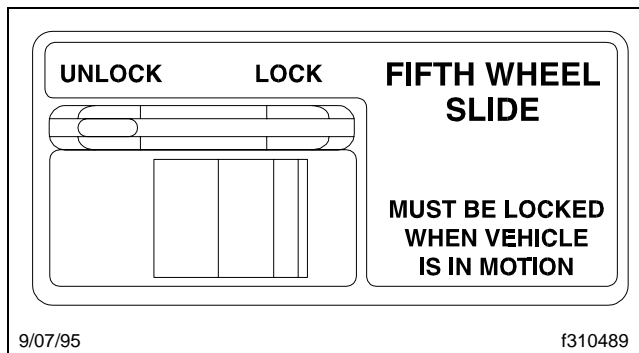

Figura 10.6, Control de la placa deslizante de la quinta rueda, ubicado en la cabina
- 2.1 Para los modelos operados por aire, ponga el interruptor de control operado desde la cabina (**Figura 10.6**) en UNLOCK (desbloqueo).